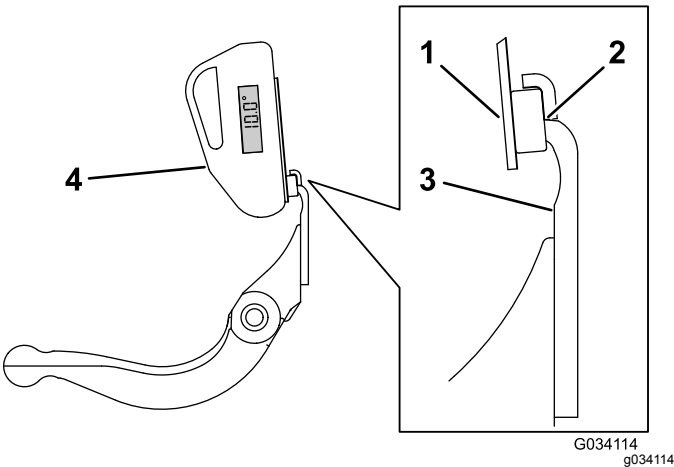

Figura 26
- 3. Coloque o suporte do indicador do ângulo na extremidade da lâmina de corte de modo a que a extremidade do íman coincida com a extremidade da lâmina de corte (Figura 26).
- 4. Coloque o indicador do ângulo no suporte, como se mostra na Figura 26.